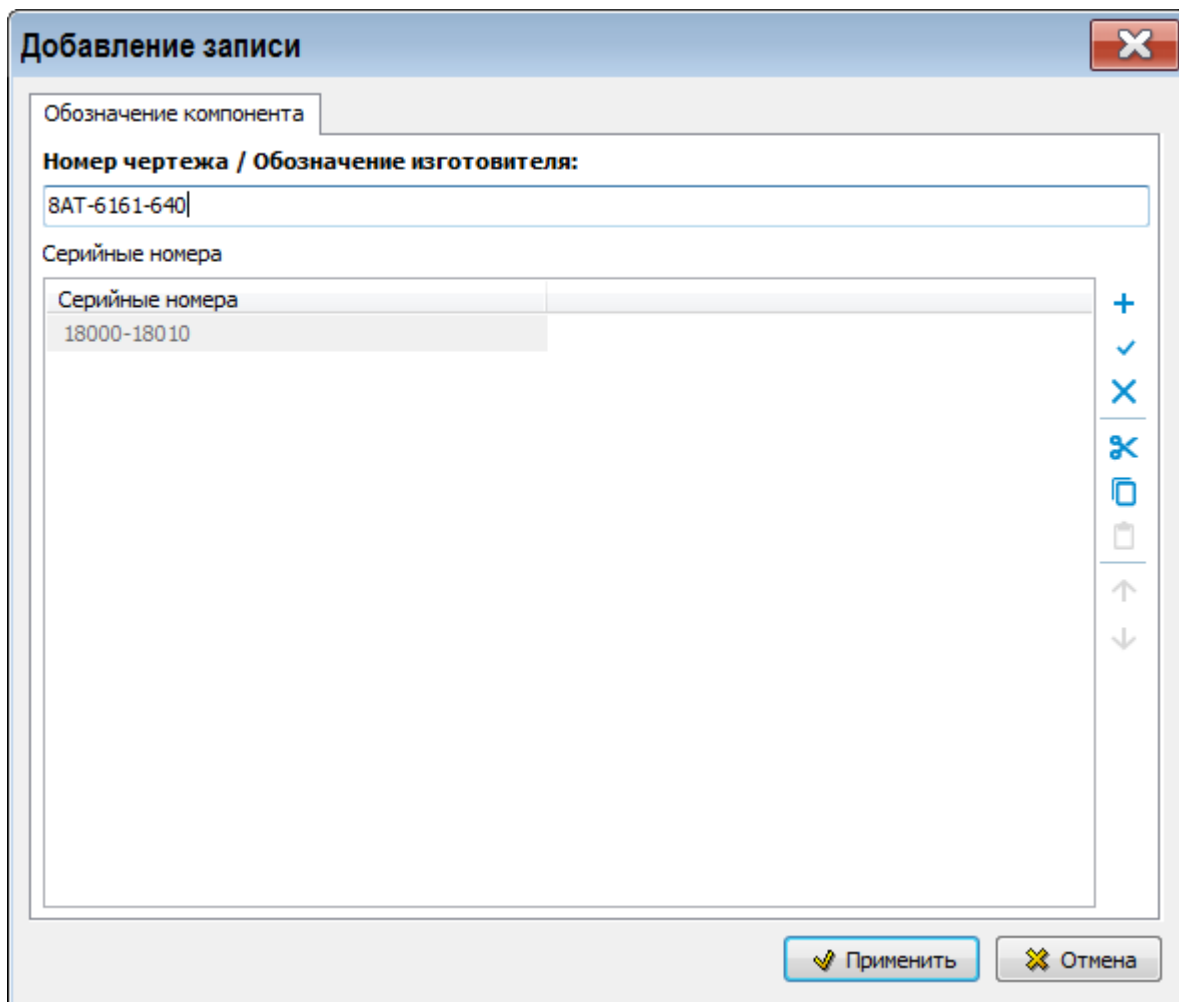

Рисунок 529
5) Включив соответствующую радиокнопку, введите одиночное значение серийного номера (список номеров через запятую) или диапазон номеров. После ввода значений нажмите на кнопку . После этого произойдет возврат в окно **Добавление записи** для обозначения компонента (рисунок 529).